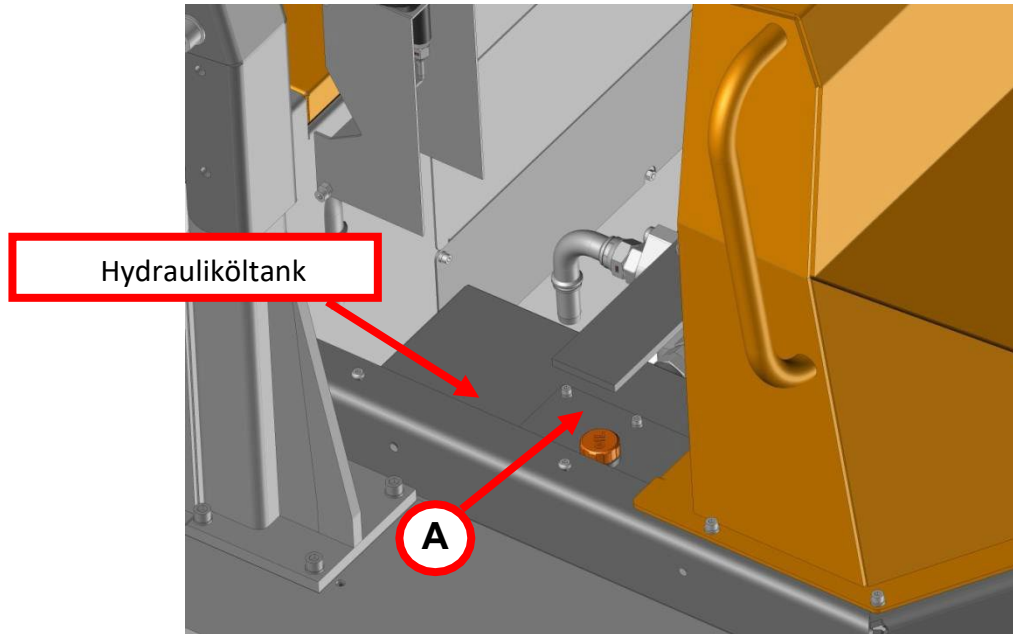

Abbildung 40. Hydrauliköltank
Hydrauliköl nachfüllen: Um auf den Hydrauliköltank zuzugreifen, befolgen Sie das Verfahren von Teil 8.2 Abschnitt c, um das Trittbrett zu entfernen. Der Hydrauliktank befindet sich unter dem Trittbrett auf der rechten Seite (Abbildung 40). Gehen Sie wie folgt vor, um den Hydrauliköltank zu prüfen / zu füllen:
5. Öffnen Sie den Deckel A wie in Abbildung 40 gezeigt, um den Druck im Hydrauliköltank abzulassen.